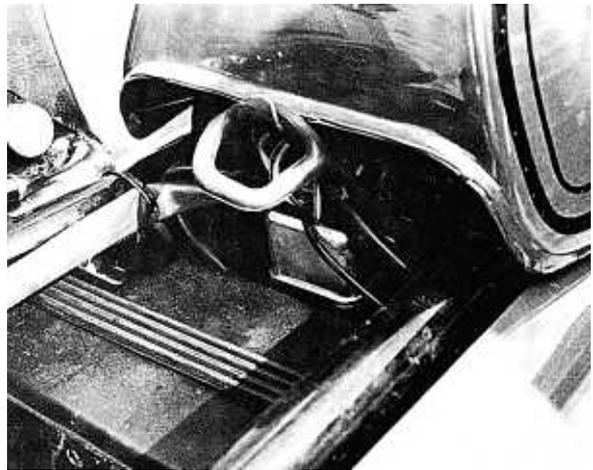

Bild 241
- Der Tank liegt am Vorderende auf zwei Gummizapfen auf, die in angeschweissten Haltern unmittelbar hinter dem Lenkkopf sitzen. Der Tank muss fest auf diese Zapfen aufgeschoben werden. Bei den Zweizylindern liegt der Tank hinten auf zwei halbzyllindrischen Gummiauflagen auf, die auf kleinen angeschweissten Zapfen stecken (Bild 158). Bei den Dreizylindern stützt sich der Tank hinten auf zwei Gummizapfen ab, die in den etwa senkrecht laufenden Rahmenrohren stecken. An den ältesten Zweizylindern wurde der Tank hinten von zwei Metallaschen gesichert, bei allen anderen Modellen durch eine Gummistrippe (Bild 241). Die ehemaligen Glasfibertanks der SFC werden heute als zu wenig sicher angesehen. Die Leichtmetalltanks wurden von Zulieferern beschafft.